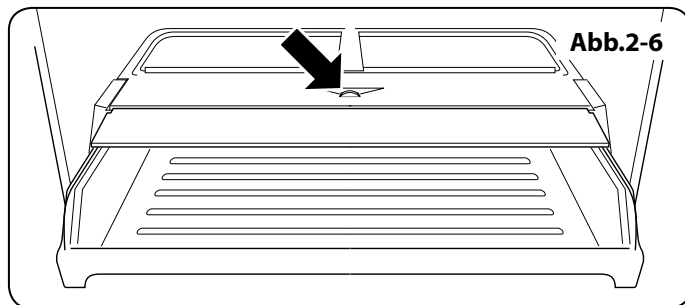

Abb.2-6
**Hinweis:** Drücken Sie nicht zu stark auf die Taste für die Luftregelung (**Abb.2-6**), um Beschädigungen zu vermeiden.